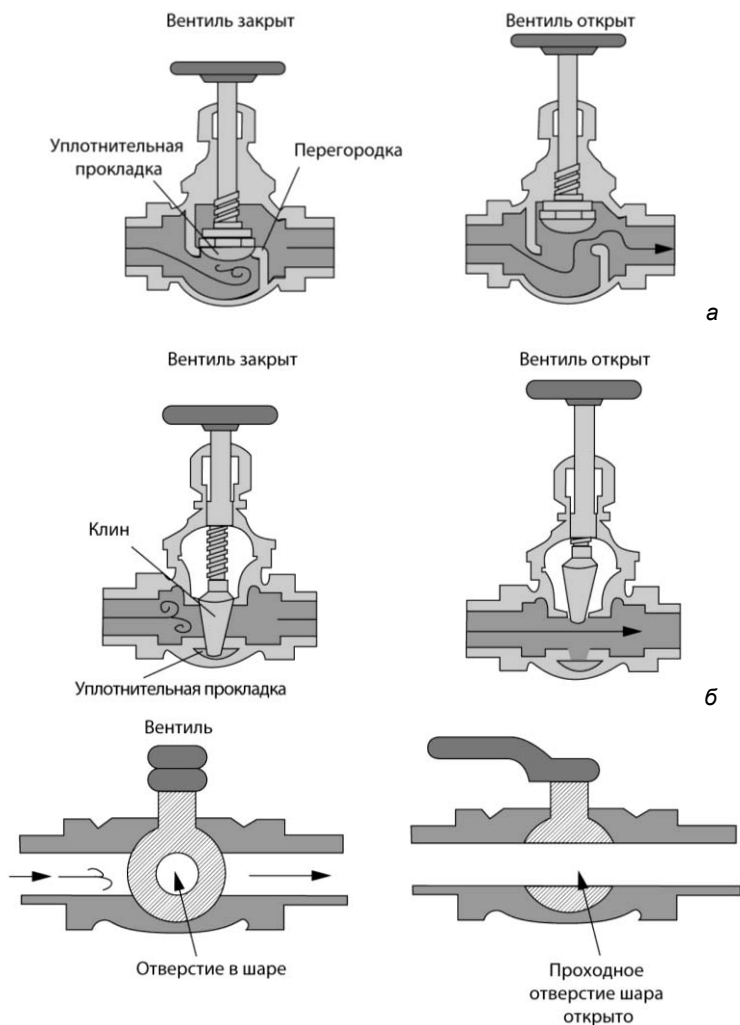

Рис. 3.22. Три основных типа водопроводных вентилей: проходной запорный вентиль (а); запорный клиновый вентиль (б); шаровой вентиль (в)
Чаще всего в домашних сантехнических системах используются три типа главных подающих вентилей: (1) проходные запорные вентили, (2) запорные клиновые вентили и (3) шаровые вентили. У каждого типа вентилей имеются свои особенности конструкции и достоинства. На рис. 3.22 изображены все типы вентилей в разрезе. Существует также и несколько других типов вентилей, но данные вентили являются наиболее распространенными.
Проходные запорные вентили являются самым распространенным типом запорной арматуры и самым недорогим. В них применяется уплотнительная прокладка, перекрывающая поток воды, как показано на рис. 3.22, *а*. Такие вентили используются в качестве запорных в кранах на кухне и в ванной комнате, в унитазах и наружных кранах для шлангов. Дисковые вентили чаще всего изготавливаются из латуни и хромируются. Поскольку для уплотнения в них используются мягкие прокладки, необходимо время от времени проверять их состояние.
Особенностью *запорных клиновых вентилей* является клиновидный затвор, проходящий через всю трубу (рис. 3.22, *б*). Эти вентили обычно сделаны из бронзы. Клин и седло для него обрабатываются
Шаровой вентиль, изображенный на рис. 3.22, в, также действуют под напором воды. Тем не менее шаровой вентиль (чаще всего имеющий шар с отверстием в одном направлении) является более простым механизмом и не таким громоздким. Шаровой вентиль меньше того же запорного клинового вентиля или обратного клапана. Шаровые вентили изготавливаются из бронзы, латуни, ПВХ, нержавеющей стали или соединения этих материалов. Они относительно недорогие.